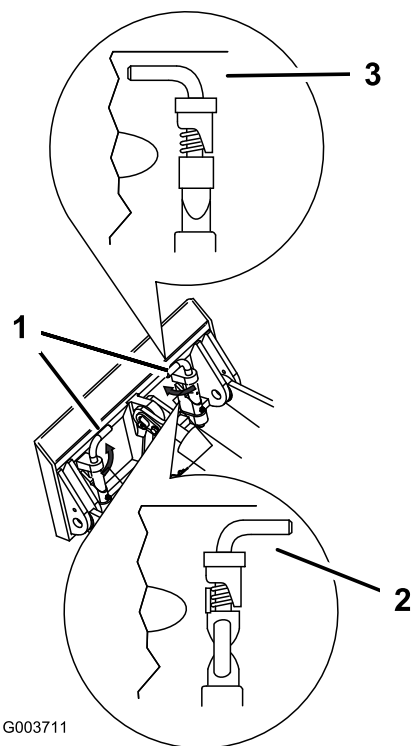

Figura 28
7. Acople los pasadores de enganche rápido, asegurándose de que están correctamente introducidos hasta el fondo en la placa de montaje (Figura 28).